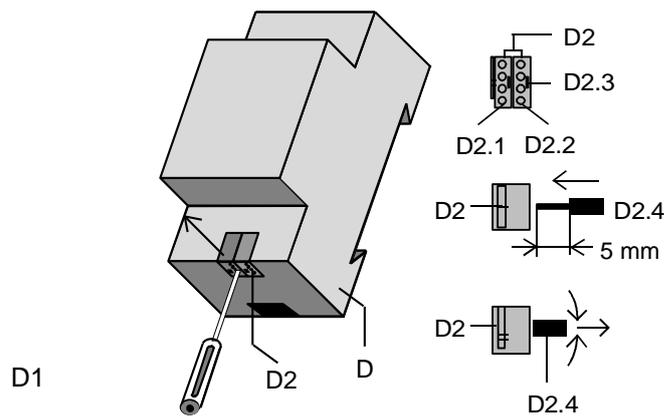

Bild 3: Busleitung anschließen und abklemmen
| 5.4. | Busleitungsklemme (schwarz-rot) abschieben (Bild 3) | 8 |
| 5.5. | Busleitungsklemme (schwarz-rot) einschieben (Bild 3)..... | 8 |
| 5.6. | Busleitung anschließen (Bild 3) | 8 |
| 5.7. | Busleitung abklemmen (Bild 3) | 8 |
5.4. Busleitungsklemme (schwarz-rot) abschieben (Bild 3)
- Mit Hilfe eines kleinen Schraubenziehers (Bild 3, D1) die Klemme vorsichtig abziehen (Bild 3, D2).
5.5. Busleitungsklemme (schwarz-rot) einschieben (Bild 3)
- Die Klemme richtig orientiert wieder eindrücken (Bild 3, D2).
5.6. Busleitung anschließen (Bild 3)
- Laut Bild 3 Kabelabsolierung vornehmen und in die schwarz-rot Klemme einschieben.
5.7. Busleitung abklemmen (Bild 3)
- Laut Bild 3 Kabelende abziehen (Bild 3, D2.4).